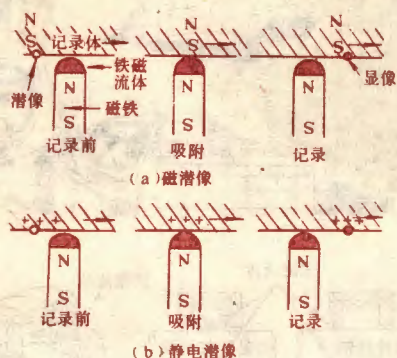
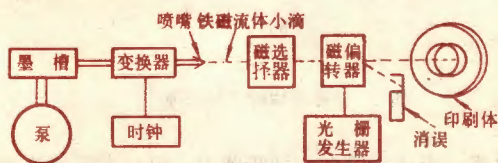

图5 磁潜像和静电潜像的显像
图6 铁磁流体喷印技术
3. 信息处理 利用磁场或电场对铁磁流体的吸附作用可使磁潜像和静电潜像显像,所得文字或图像十分清晰,其显像过程如图5所示。铁磁流体颜色浓黑,在纸上有很好的吸附性;从喷嘴中喷出的束流受磁场控制,可喷印文字和各种图像(如图6所示),其信息可进行光学或电磁读出。此外,采用铁磁流体制作